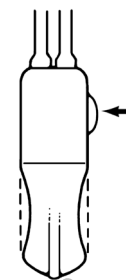

Figura 4-39. Apăsați butonul de dezactivare când simțiți o ușoară adâncitură
3. Atunci când simțiți o ușoară adâncitură în para pompei, apăsați butonul de dezactivare **(Figura 4-39)**.